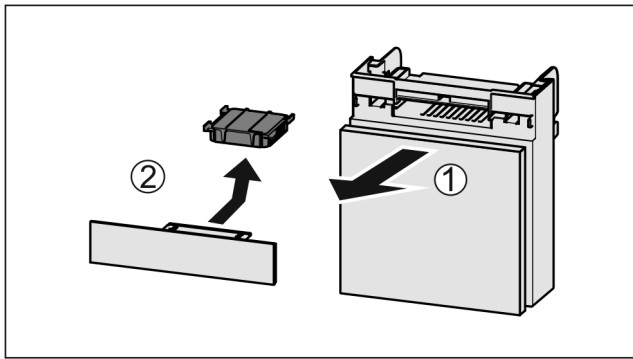

Fig. 233
- ▶ Fach nach vorne herausziehen Fig. 233 (1).
- ▶ Aktivkohlefilter entnehmen Fig. 233 (2).